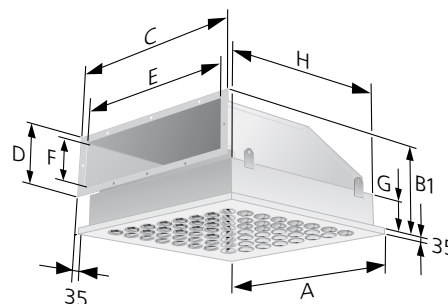

Figur 4. CDH/CLH, cirkulær tilslutning.
- Cirkulær tilslutning har nippertilslutning. Se figur 4.